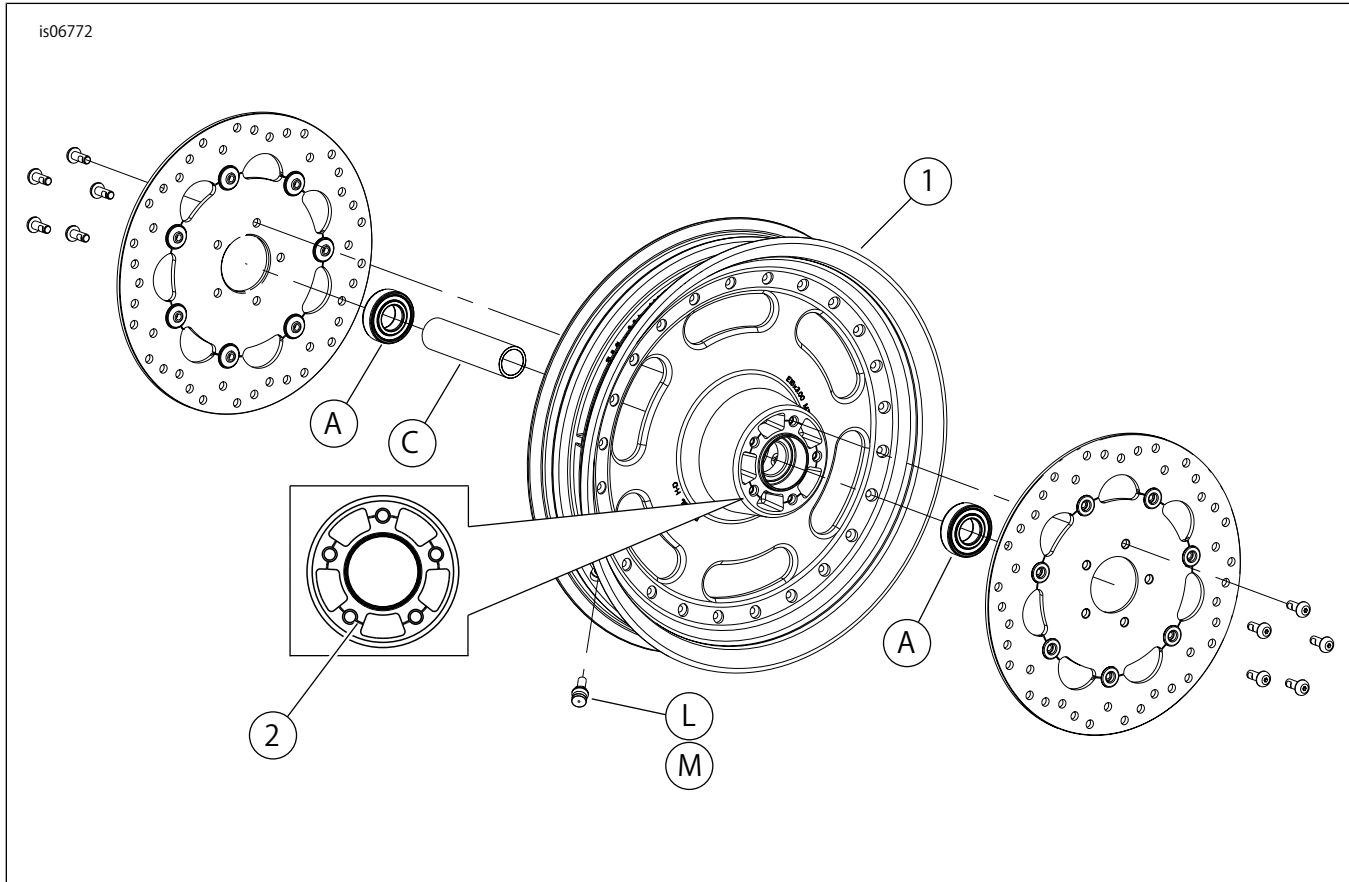

図1. 交換用パーツ: Fat Bobカットバックフロントホイール
2. 「図1」を参照してください。バルブシステムアッセンブリー(L)をホイールに取り付けます。サービスマニュアルを参照してください。